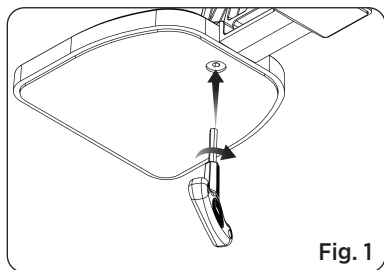

Fig. 1
1. Allineare le viti di montaggio anti-caduta con il foro di montaggio e utilizzare la chiave per fissare saldamente la base di affilatura al supporto principale (Vedi Fig. 1)